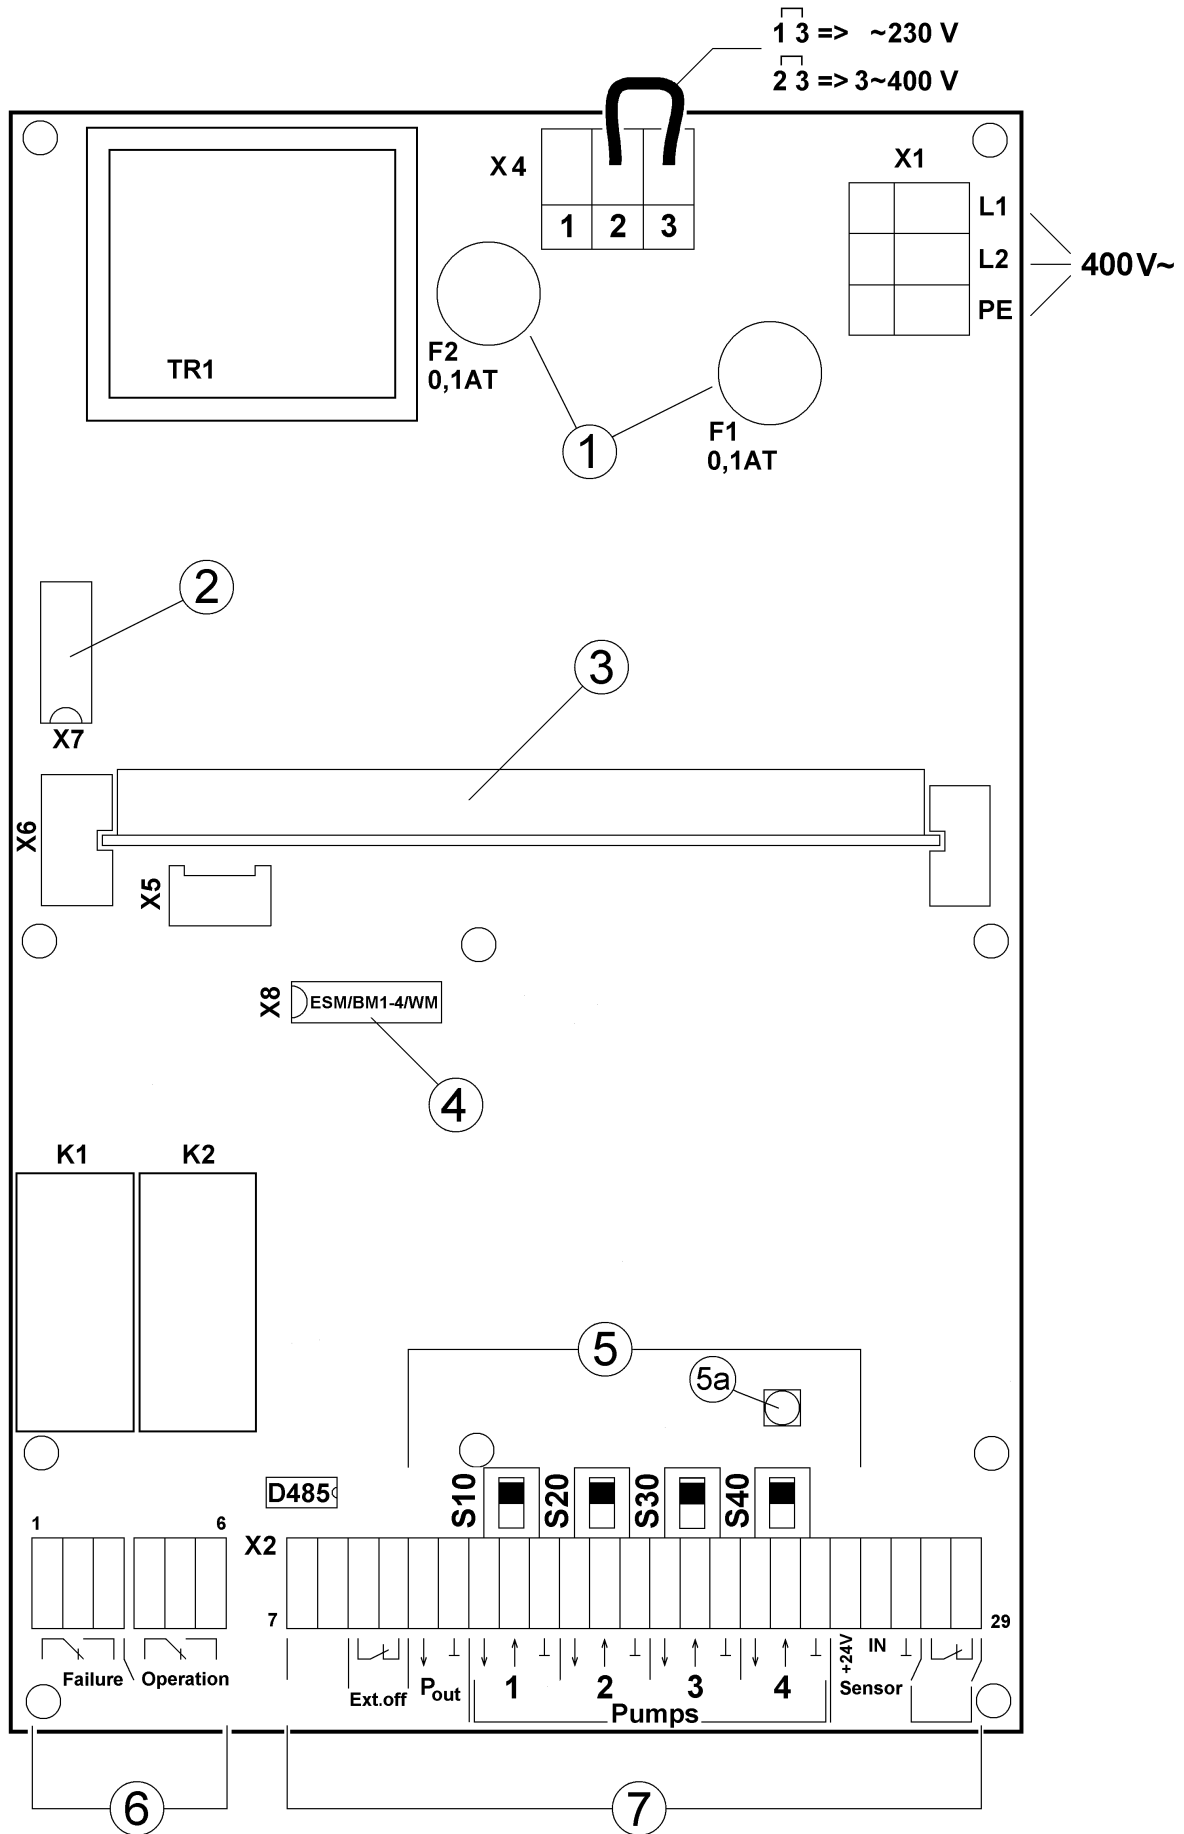

Fig. 3
- **Основная плата** (поз. 2, рис. 3): блок питания для низкого напряжения, предохранители 6,3x32 (поз. 1), контактная колодка для платы дисплея (поз. 2), плата микроконтроллера (поз. 3) и плата индивидуального режима/плата сигнализации повреждений (поз. 4). Кроме этого, присоединительные зажимы для подачи напряжения и внешних сигналов (поз. 6+7), а также для работы установки в аварийном режиме, ползунковые переключатели (поз.5) для каждого насоса и один потенциометр (поз. 5a).